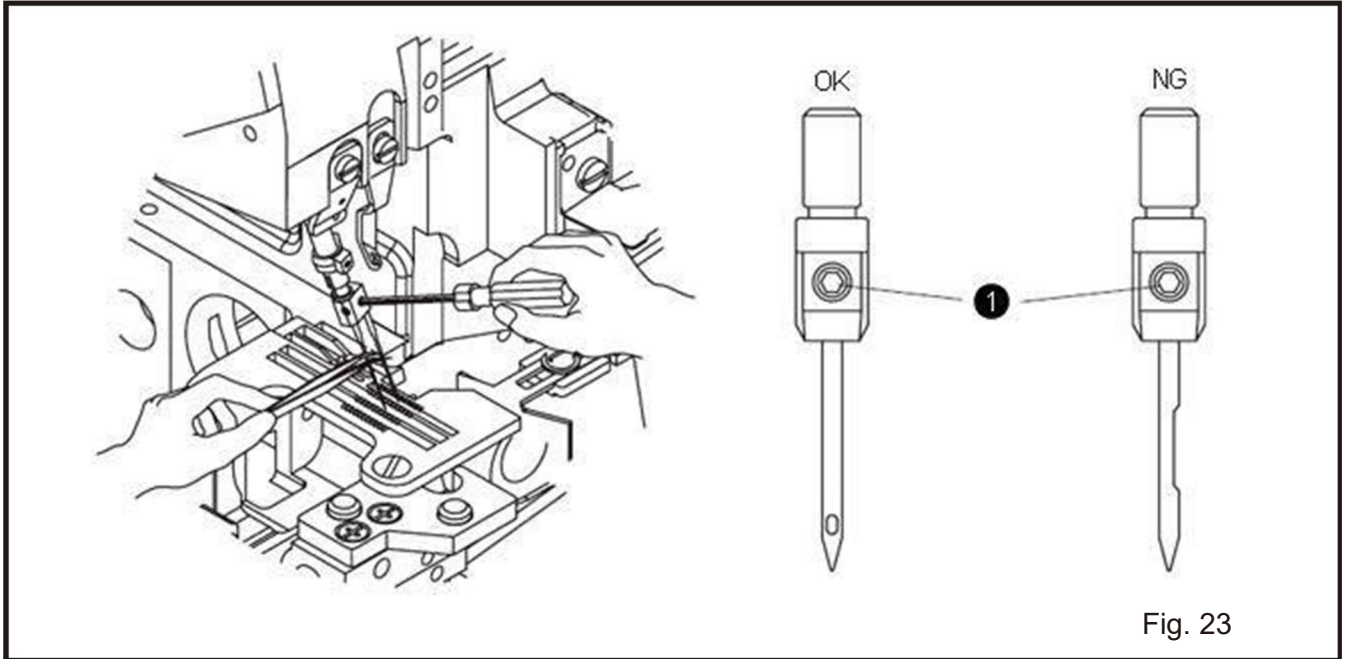

Fig. 23
2. Solte o parafuso ① e retire a agulha.
3. Insira a nova agulha até alcançar o final, com a grande ranhura voltada para você. Aperte o parafuso ①. (Fig.23)